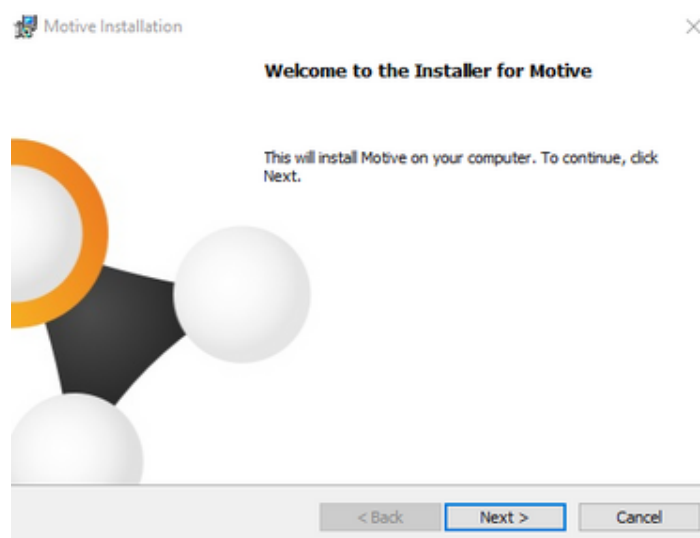

Figura 1: Pantalla de inicio del instalador de Motive.
**Paso 2:** Se abra una pantalla como la Figura 1, además se deberán seleccionar los componentes y la ruta de instalación véase las Figuras 2 y 3